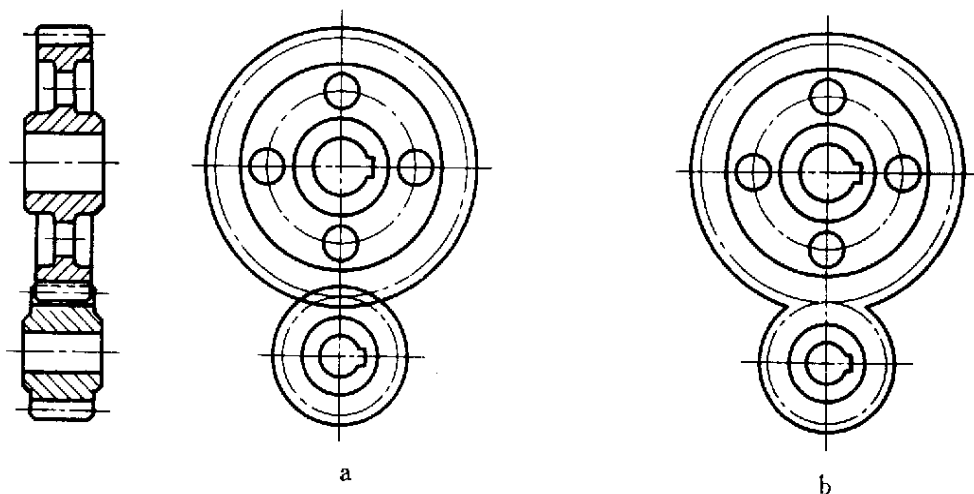
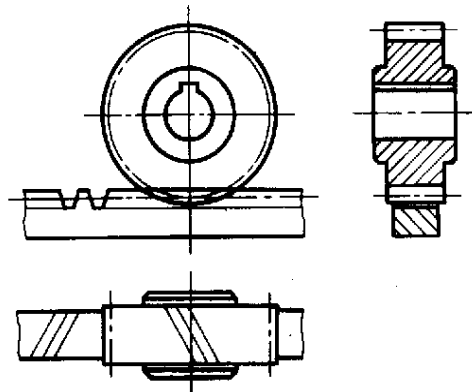

图 9
图 12
2.1 在垂直于圆柱齿轮轴线的投影面的视图中，啮合区内的齿顶圆均用粗实线绘制（图9 a、11、12），其省略画法如图9 b所示。
2.3 在圆柱齿轮啮合、齿轮齿条啮合和圆锥齿轮啮合的剖视图中，当剖切平面通过两啮合齿轮的轴线时，在啮合区内，将一个齿轮的轮齿用粗实线绘制，另一个齿轮的轮齿被遮挡的部分用虚线绘制（图9、11、16、18）；也可省略不画（图12、13、17）。